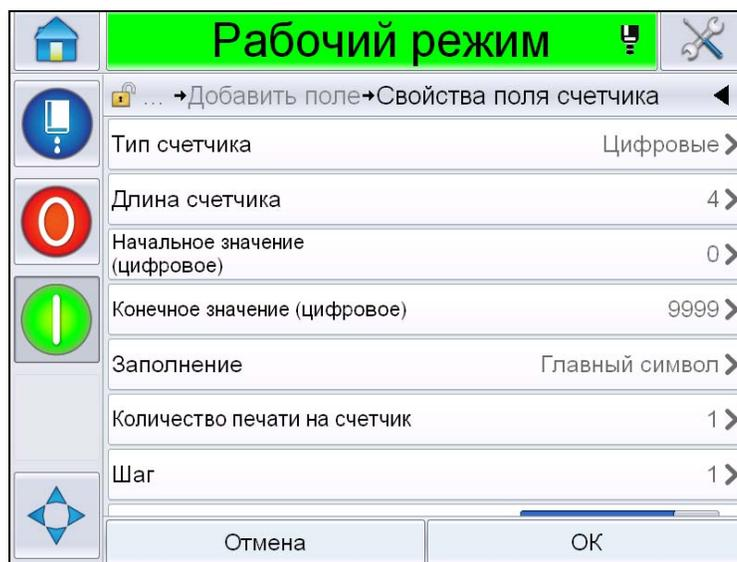

Рис. 5-33: Страница Свойств поля учета
- 13 Нажмите . Отобразится страница *Добавить поле*. Выберите поле учета. Отобразится страница *Свойства поля учета* (Рис. 5-33). Для получения информации по полям учета см. Табл. 5-17 на стр. 5-53.